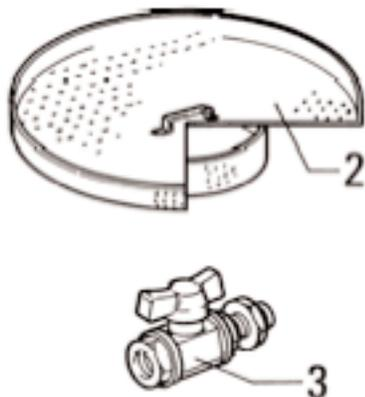

Fig. 6.10.3
6.10.3 - Retention plate (fig. 6.10.3)